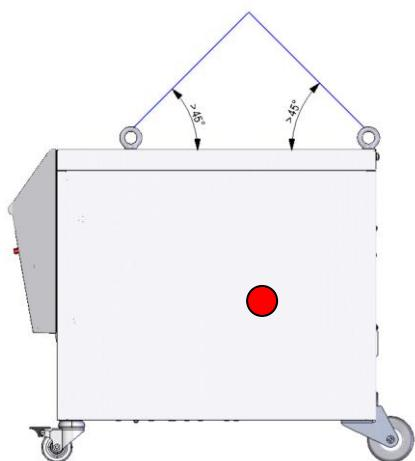

Рис. 7: Места прицепки
1. Соответственно закрепить Рис. 7тросы и ремни.
2. Убедиться в том, что устройство в подвешенном состоянии располагается прямо, учитывать внецентровый центр тяжести (→ ● Рис. 7).